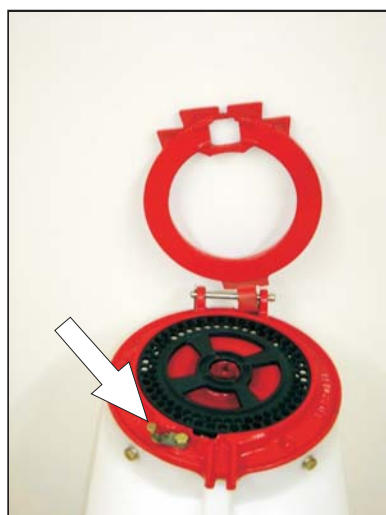

Fig. 23
3. Solte a trava que prende a base do reservatório. - **Fig. 23**